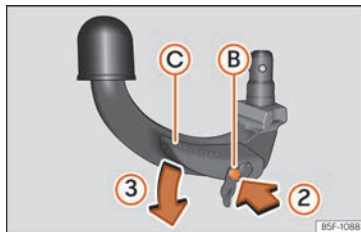

Fig. 253 Étape 2 :
- Appuyez sur la broche de déverrouillage ⑨ dans le sens de la flèche ② et appuyez simultanément sur le levier ⑦ dans le sens de la flèche ③ jusqu'à la butée » fig. 253.